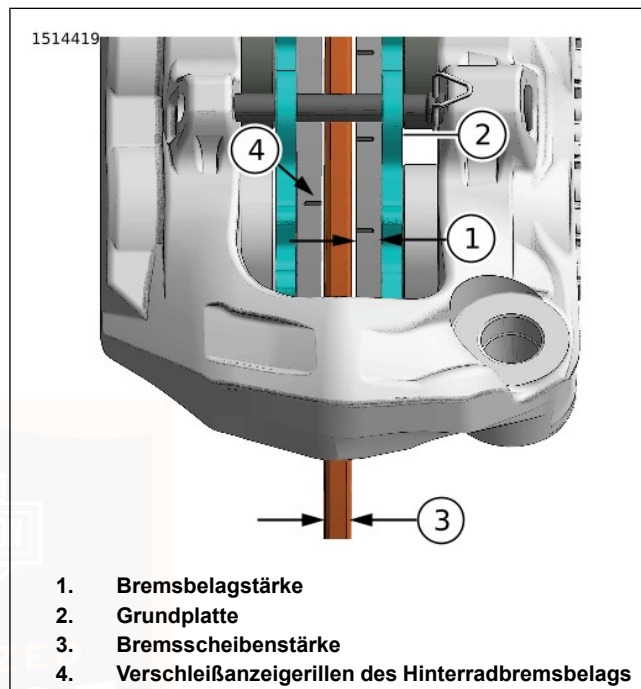

Abbildung 70. Bremsstärke
2. Siehe Abbildung 70. Die Dicke des Reibbelagsmaterials im Bremsbelag messen.